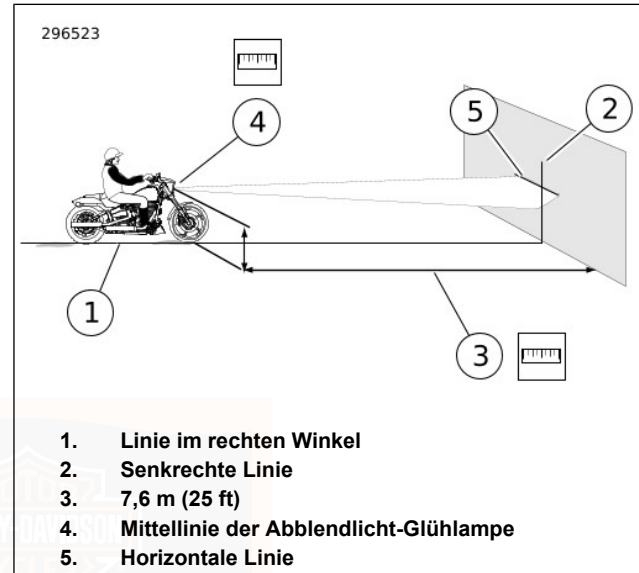

Abbildung 72. LED-Scheinwerferausrichtung
1. Siehe Abbildung 72. Das Motorrad auf einer Linie (1) im rechten Winkel zur Wand parken.